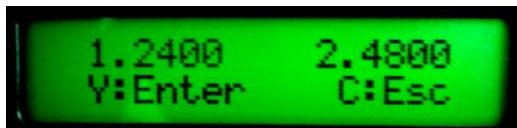

Рисунок 6
- 3) Установка скорости обмена: Выберите “3.Baudrat”, нажмите **[Enter]** , чтобы перейти к выбору скорости, как показано на рисунке 6. Всего доступно 4 скорости. Нажмите **[F2]** , чтобы перейти ниже или **[F1]** - выше. Выбранный пункт будет подсвечен. Нажмите **[Enter]** , и система сохранит настройку и вернется к последнему пункту меню, или нажмите **[Esc]** , и система вернется к последнему пункту без сохранения изменений. См. рис. 6